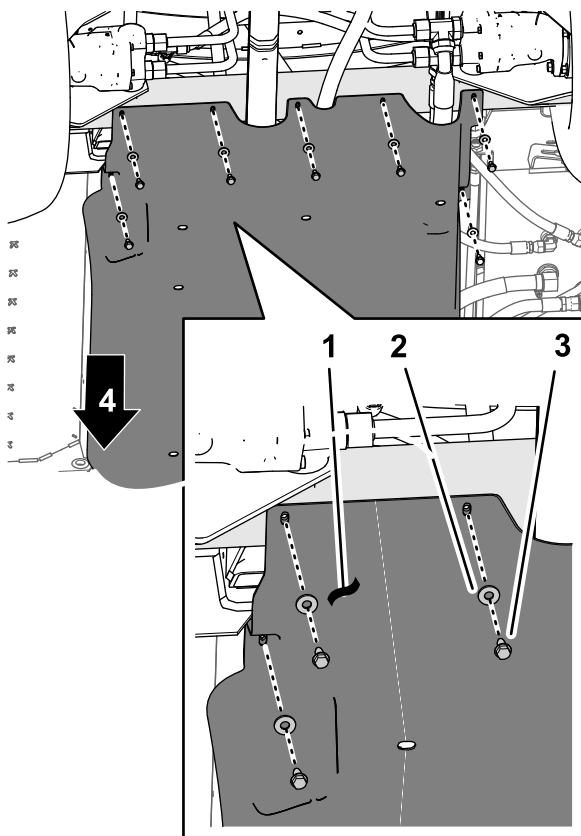

Bild 5
1. Entfernen Sie die die folgenden Befestigungsteile, mit denen die Rückseite der Fahrwerkabdeckung am Chassis der Maschine befestigt ist (Bild 5):
4. Nehmen Sie die Fahrwerkabdeckung von der Maschine ab (Bild 5 und Bild 6).